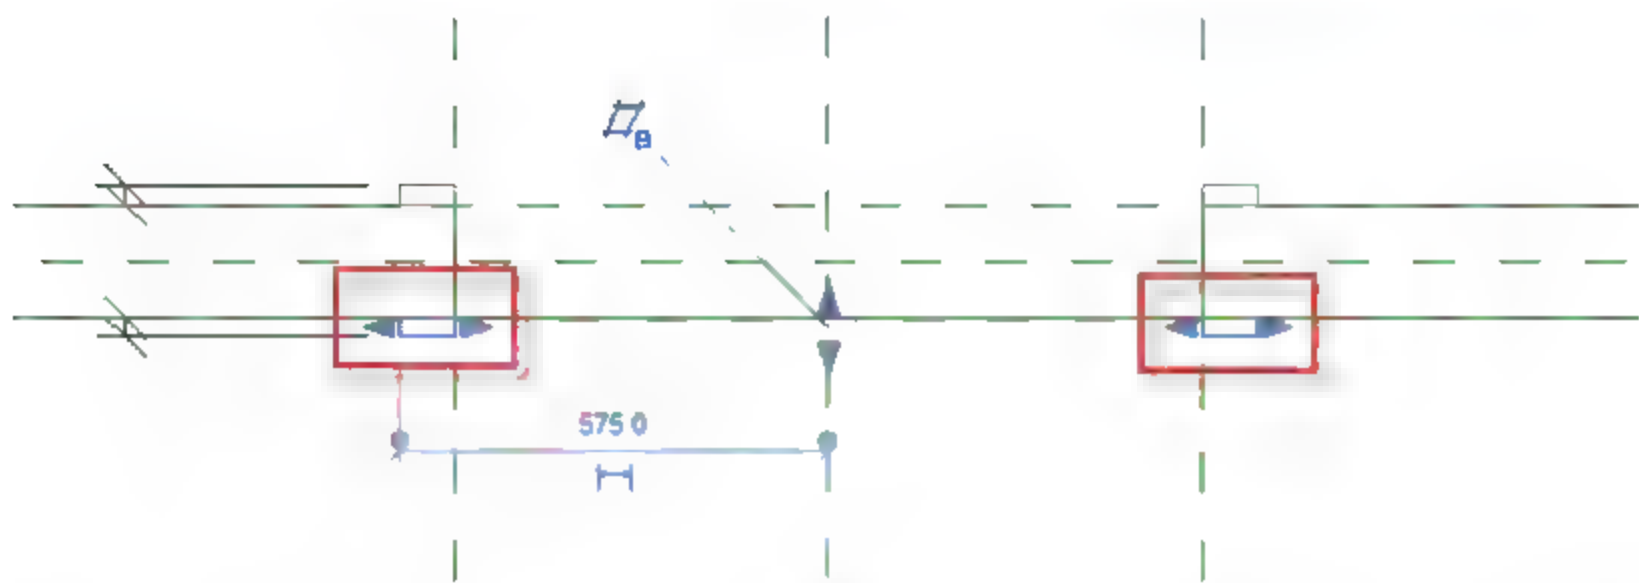

图 8.4.25 删除内部门框
(2) 修改门框。因为电梯内部是不需要门框的, 所以需要删除“公制门”族内部的门框。打开“参照标高平面”视图, 选中内部门框, 按 **Delete** 键, 删除内部门框, 如图 8.4.25 所示。